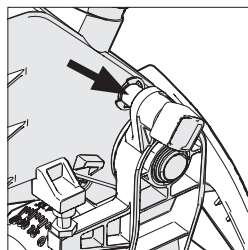

Fig. 16
- Zorg er voor dat het zaaghoofd in de gesloten naar beneden positie is, met de vergrendelpin helemaal vast in de houder. **(zie Fig.16)**
- Zorg er voor dat het zaaghoofd in de gesloten naar beneden positie is, met de vergrendelpin helemaal vast in de houder. **(Fig. 16).**
- Trek de hoofdvergrendelpin uit (Fig. 16) en laat het zaagblad terugkeren naar de bovenste positie.